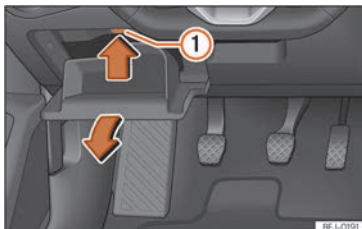

Abb. 49 Auf der Fahrerseite in der Instrumententafel (Linkslenker): Abdeckung des Sicherungskasten.
»» **Abb. 49**.
- Rastnase »» **Abb. 49** ① in Pfeilrichtung nach oben drücken und gleichzeitig Ablagefach weiter öffnen, bis der Sicherungshalter zugänglich ist.